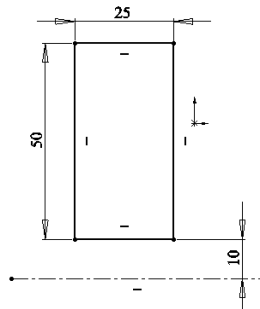

Рисунок 7.4 – Ескіз основи зубчастого колеса
- побудувати ескіз основи колеса (рис. 7.4);